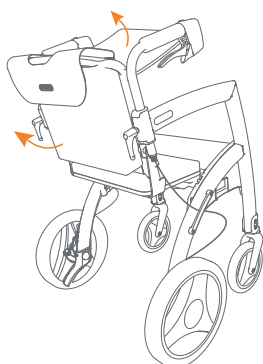
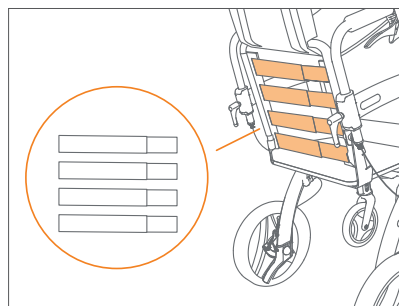

Figure 43: Relâcher les bandes.
Figure 44: Quatre bandes réglables au dos.
- b. Détachez le velcro à l'arrière du dossier du kit chaise roulante en soulevant le sac du kit vers le haut. Tirez également le dossier vers le haut à partir du bas (**Figure 43**). Les bandes de réglage sont maintenant clairement visibles (**Figure 44**).